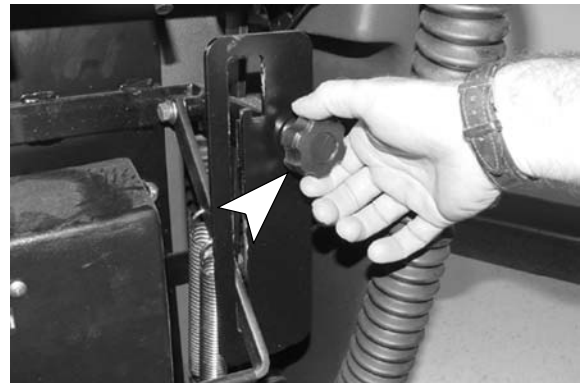

FIG. 20
**REMARQUE:** Pour augmenter ou diminuer le débit maximum de la solution, tournez le bouton de réglage du débit de la solution. Tournez le bouton dans le sens des aiguilles d'une montre pour augmenter le débit ou dans le sens contraire des aiguilles d'une montre pour réduire le débit. (Figure 20).